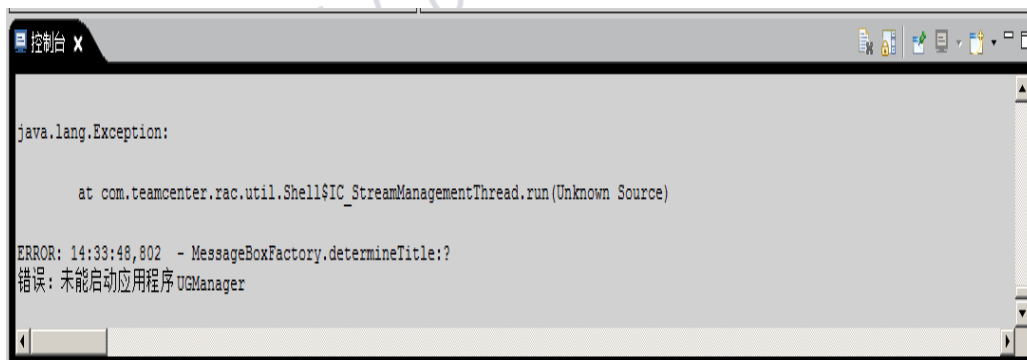

图 2
1. 在工具条—窗口，打开控制台，查看控制台中的报错信息如下（如图 2），判断旧版本 TC8.3 因未能正常调用相关文件导致不能打开 NX 集成：